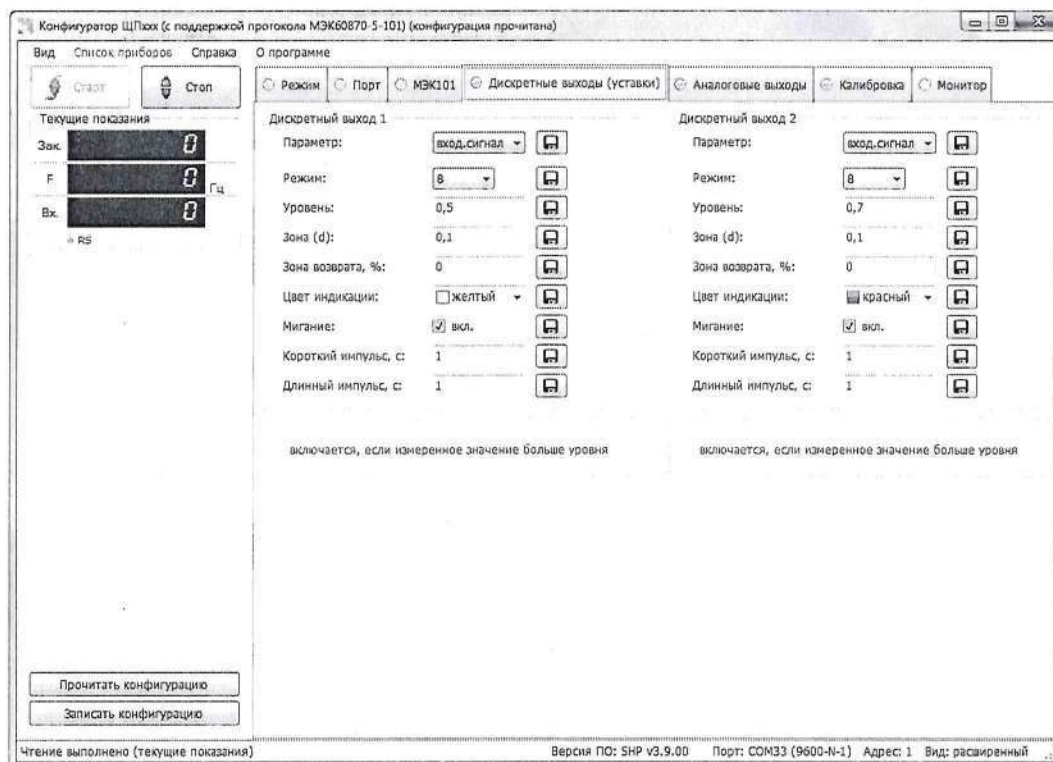

Рисунок 8 – Настройка дискретных выходов
3.8.6 Конфигурирование дискретных выходов (рисунок 8)